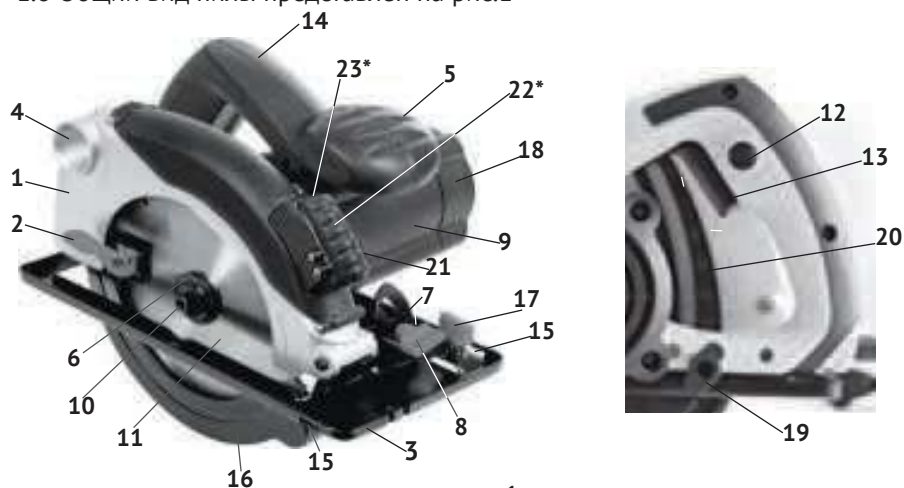
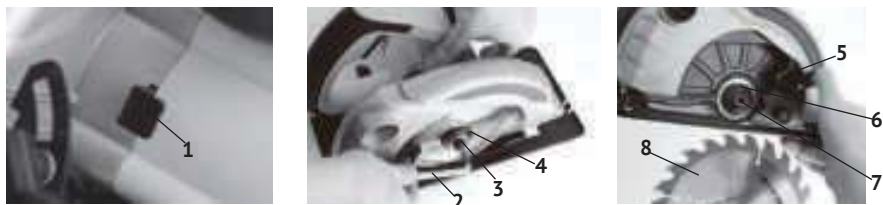

рис. 1
рис.2
1.6 Общий вид пилы представлен на рис.1
1.7 Пила состоит из коллекторного двигателя в пластиковом корпусе (рис.1 поз.9) с закреплённой на нём рукояткой (рис.1 поз.14) и металлического редуктора, совмещённого с верхним неподвижным кожухом (рис.1 поз.1).
Крутящий момент с якоря электродвигателя, через шестерню, передаётся на шпиндель, соосный с электродвигателем. На шпиндель пилы, между опорным и зажимным (рис.1 поз.6) фланцами крепится пильный диск (рис.1 поз.11). Это основной рабочий инструмент пилы.
1.8 Клавиша выключателя (рис.1 поз.13) расположена в передней части рукоятки (рис.1 поз.14). Во избежание самопроизвольного включения инструмента, выключатель снабжён блокировкой клавиши (кнопка блокировки, рис.1 поз.12, расположена на левой части рукоятки). Включение пилы осуществляется нажатием на клавишу выключателя (рис.1 поз.13) указательным пальцем после нажатия и удержания кнопки блокировки большим пальцем. Пила отключается при отпускании клавиши выключателя, при этом кнопка блокировки (со щелчком) возвращается в исходное положение - «заблокировано».
Для обеспечения точности реза, модель ЭПД-1700/190+ укомплектована лазерной направляющей. Блок лазера (рис.1 поз.22) расположен на верхнем кожухе пилы. Кнопка включения лазера (рис.1 поз.23) находится в торце лазерного блока.
Для установки (замены) диска необходимо (см.рис.2):
- зафиксировать шпиндель (рис.2 поз.7), нажав на рычаг стопора (рис.2 поз.1);
- открутить ключом (рис.2 поз.2) винт крепления диска (рис.2 поз.3), снять зажимной фланец (рис.2 поз.4);
- переместить вверх за рычаг (рис.2 поз.5) нижний подвижный кожух (рис.1 поз.16), снять пильный диск (при замене);
- очистить опорный (рис.2 поз.6) и зажимной фланцы;
- установить на шпиндель (рис.2 поз.7) пильный диск (рис.2 поз.8);
- ослабить винт (рис.1 поз.19) фиксации глубины пропила;
- установить опорную плоскость направляющей плиты (рис.1 поз.3) на распиливаемую заготовку;
- ослабить ручку (рис.1 поз.8) фиксации угла наклона;
- наклонив за рукоятку двигатель с диском, выставить по шкале кронштейна (рис.1 поз.7) необходимый угол пиления;
Внимание! При пилении под наклоном, значение глубины пропила, устанавливаемое по шкале (рис.1 поз.20), не совпадает с истинным значением. Глубина пропила в данном случае равна перпендикуляру от вершины пильного зуба к плоскости направляющей плиты.
- ослабить винт (рис.1 поз.17) фиксации параллельного упора;
- вставить в отверстия (рис.1 поз.15) и пазы направляющей плиты (справа или слева от пильного диска) линейку упора;
- зафиксировать винтом (рис.1 поз.17) установленный упор.
Внимание! Не фиксируйте нижний подвижный кожух (рис.1 поз.16) в открытом положении. Это может привести к заклиниванию диска, а также к травмам и повреждениям. Кожух будет автоматически сдвигаться при подаче заготовки.
3.2 Для замены щёток необходимо снять заднюю крышку (рис.1 поз.18) корпуса двигателя, открутив винты крепления. Вынуть щётки из щёткодержателей и заменить их новыми. Щётки следует заменять парой для обеспечения равной